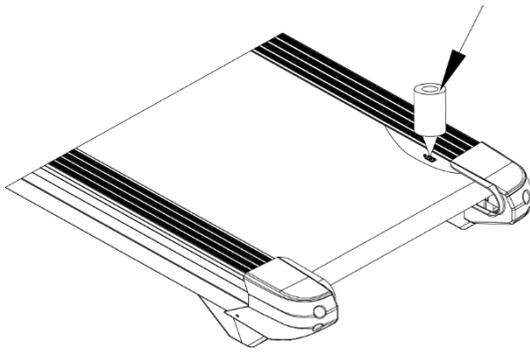

図3
3. 図3に示すように、オイルボトルを取り、ボトルの口をオイルポートに差し込みます。ボトルを軽く握ってオイルを注入します。